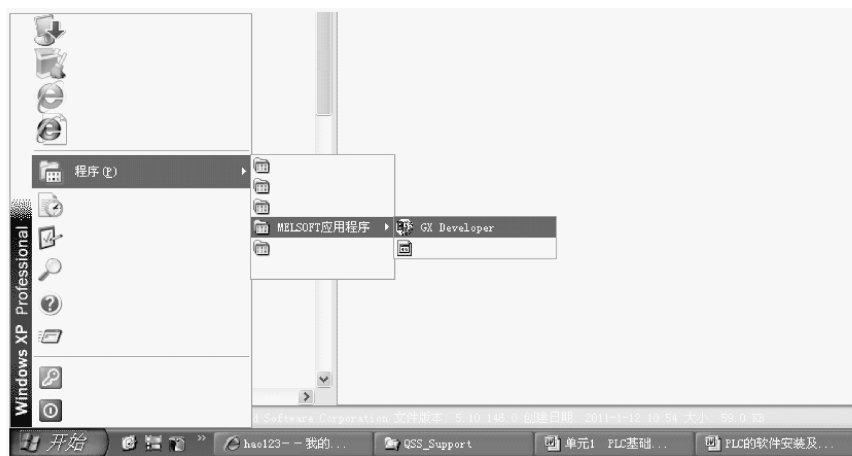
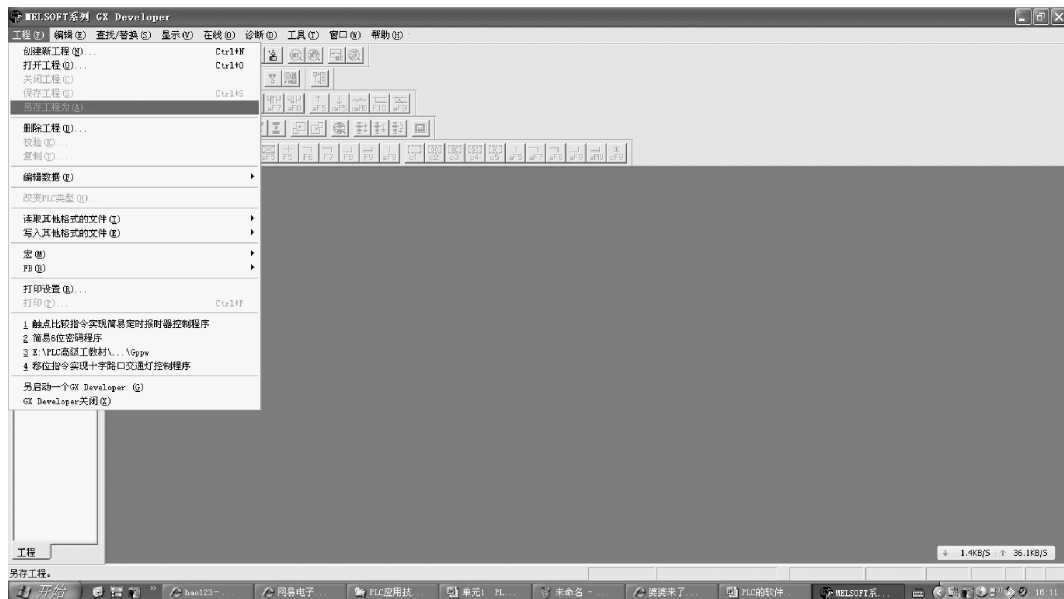

图 2-23 系统启动画面
图 2-24 打开的 GX Developer 窗口
启动 GX Developer 软件，可用鼠标单击桌面的“开始”→“程序”→“MELSOFT 应用程序”→“GX Developer”选项，如图 2-23 所示。然后用鼠标单击  GX Developer 选项，就会打开 GX Developer 窗口，如图 2-24 所示。若要退出系统，可用鼠标选取“工程”菜单下的“关闭”命令，即可退出 GX Developer。
在图 2-24 的 GX Developer 窗口中，选择“工程”→“创建新工程”菜单命令，或者按“Ctrl”+“N”键操作，在出现的创建新工程对话框的 PLC 系列中选择“FXCPU”，PLC 类型选择“FX2N (C)”，程序类型选择“梯形图逻辑”，如图 2-25 所示。单击“确定”按钮，可显示如图 2-26 所示的编程窗口；如果单击“取消”按钮，则不建新工程。